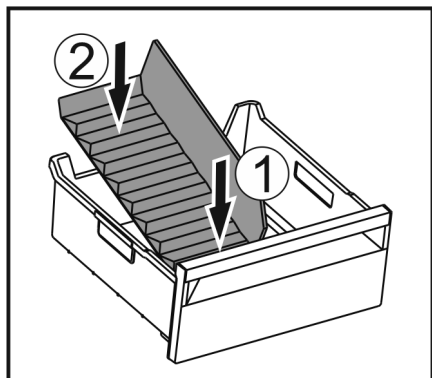

Fig. 210
- Installer la partie avant du séparateur de congélateur. Fig. 210 (1)
- Abaisser la partie arrière du séparateur de congélateur jusqu'au fond du tiroir. Fig. 210 (2)